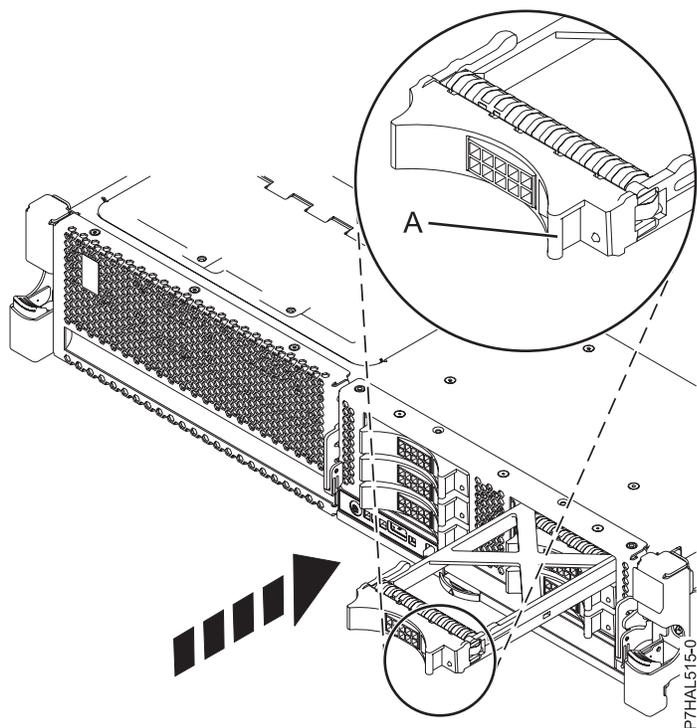

図 27. ディスク・ドライブ・フィラーの取り付け
2. 図 27 に示すように、ディスク・ドライブ・フィラーをシステムまたは拡張装置内に完全に滑り込ませ、ディスク・ドライブ・フィラー・ハンドル (A) がロックされるまで押し込みます。